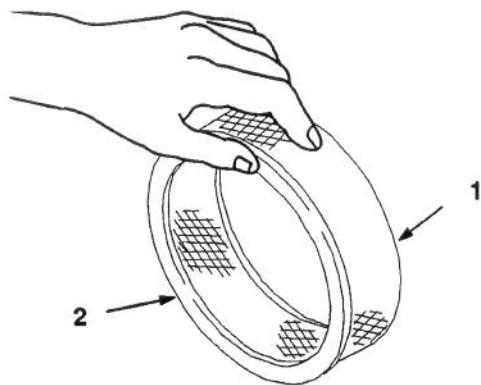

Bild 17
- A. Den Einsatz zum Entfernen von Staub- und Schmutzrückständen leicht auf flacher Oberfläche abklopfen (Bild 17).